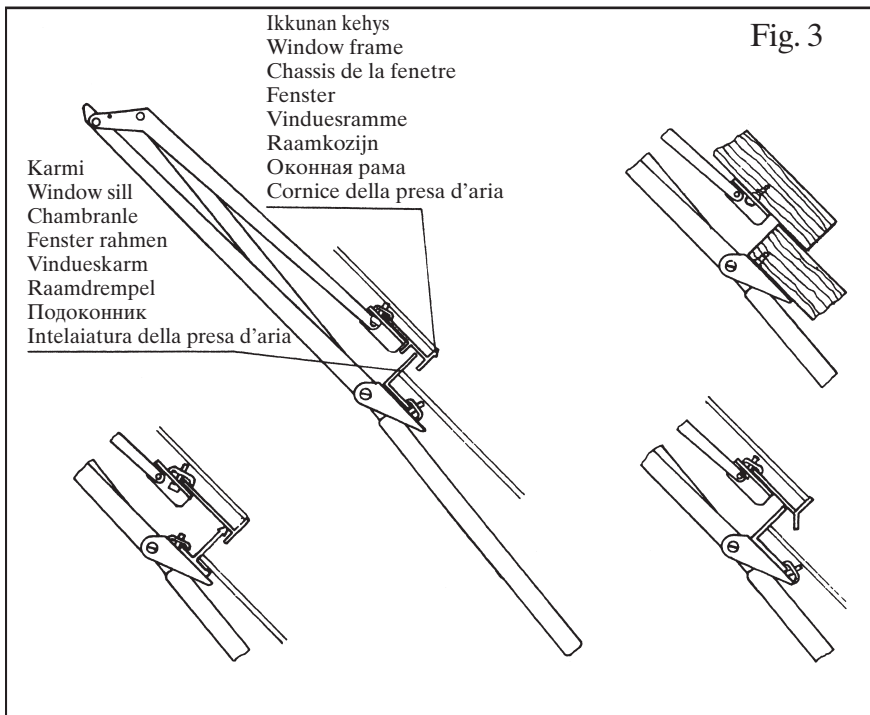
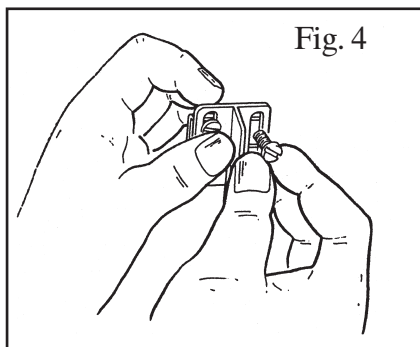

Fig. 3
Fig. 4
- 2a. På de fleste drivhuse af aluminium fastgøres ved brug af de medleverede spændeplader / spændestykker (11) – se fig. 3. Monter et spændestykke løst på vinduesbeslaget (10) ved hjælp af de medsendte skruer – se Fig.4. På karmbeslaget vælges det mest passende sæt huller og her monteres det andet stykke løst. Den øverste kant af karmbeslaget (9) skal være så tæt på kanten af karmen som muligt.
Se fig. 3 og anskaf de nødvendige skruer. Derefter fortsættes med punkt 3-4-5-6.